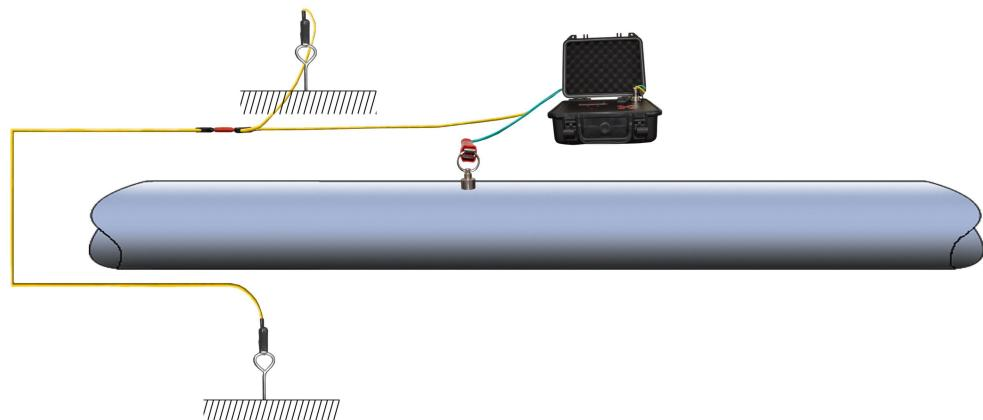

图5 双边接地示意图
(2) **双边接地：**即发射机接地线引出两根，分别接入到管线两边的大地中，此种方法磁场分布对称，探管、测探都很准确，但要检查两边的接地效果是否一致，方法是按**测量**键，观察一边的接地电阻时，将另一边接地线断开。观察另一端接地电阻时也是一样，两边接地电阻相等，效果才一样。接地电阻不等时，通过打深或拔浅接地棒，也可通过浇水的办法，使两边接地效果相等。(见图 5)